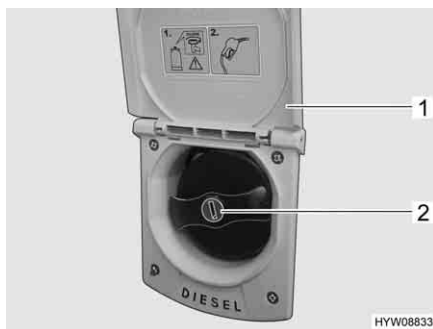

Fig. 40 Bocchettone di riempimento per il rifornimento di carburante
- Alzare lo sportello (Fig. 40,1) verso l'alto.
- Inserire la chiave nel cilindro della serratura (Fig. 40,2) e ruotare in senso antiorario.